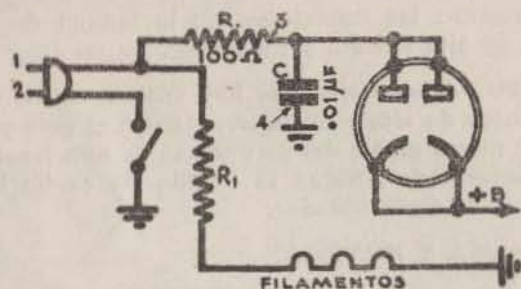

Fig. 6.—Alimentación universal. La resistencia se pone al rojo y el receptor no funciona
Se trata de un cortocircuito del condensador (C) de 0,01 microfaradios o de una derivación a masa (3) de la resistencia de 100 ohmios (R) (fig. 6).